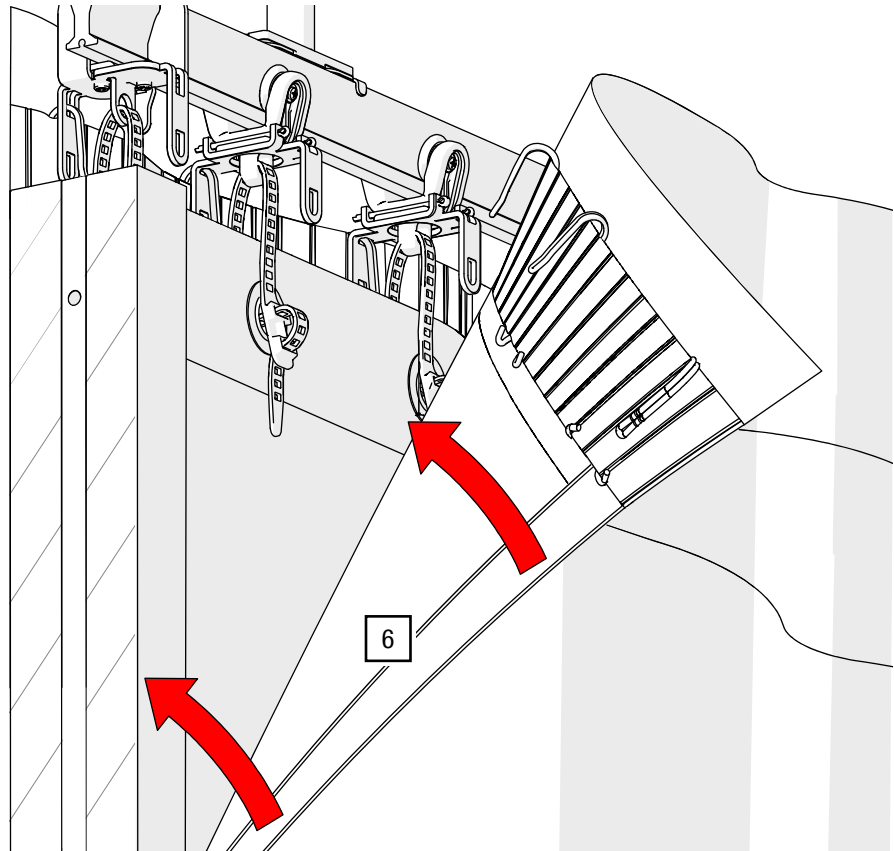

Abb. 120: Vorhang – Mit Wandabschlussprofil und Endanschlag variabel montieren
6. Montieren Sie die Außenlagen mit Haken- und Flauschband am Wandanschlussprofil und hängen Sie die Stoffhaken ein (siehe Abb. 120).